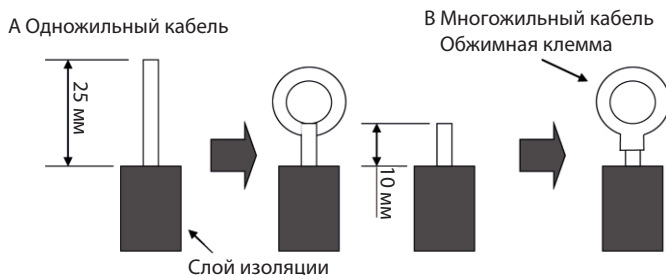

Рис. 26
1. В случае одножильного провода (см. рис. 26)
2. В случае витого провода (см. рис. 26)